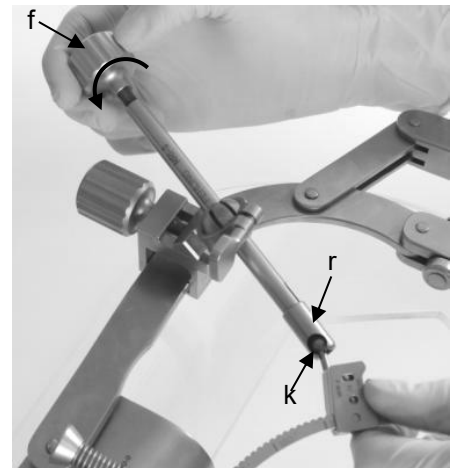

Fig. 11
- La conexión entre la guía de gancho MRI-0 y la esfera del carro conector MRW-6 (k) se realiza girando la tuerca de fijación (f) de la guía de gancho en el sentido de las agujas del reloj (véase fig. 11),